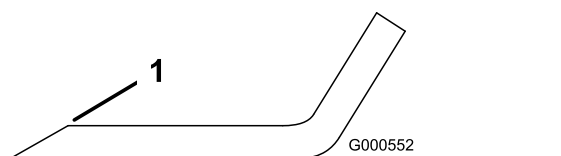

Figure 60
1. Au moyen d'une lime, aiguisez les tranchants aux deux extrémités de la lame (Figure 60).
**Remarque:** Si la lame est déséquilibrée, limez un peu l'extrémité de l'ailette seulement (Figure 60).